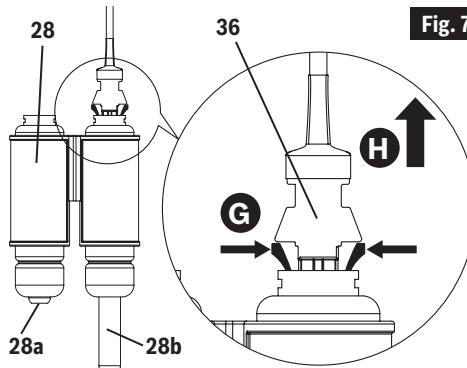

Fig. 7
4. Si se encuentra presente un cartucho de activación 28, desconecte del cartucho el enchufe para el cartucho 36 comprimiendo los pestillos entre los dedos pulgar e índice y luego deslizando el enchufe hacia atrás (Fig. 7).
- Agarre el cilindro izquierdo del cartucho de activación (si se encuentra presente) y deslícelo hacia arriba hasta sacarlo de la sierra. Si el sistema acaba de disparar el cilindro activo, entonces el pistón del lado derecho 28b se extenderá hasta sobresalir una pulgada del cartucho (Fig. 7). Cuando ambos pistones estén extendidos, deseche el cartucho.